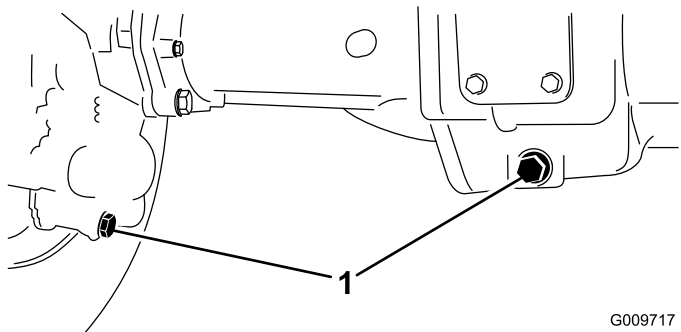

Рисунок 73
2. Очистите область вокруг трех сливных пробок, по одной на каждом конце и одной в центре (Рисунок 73).